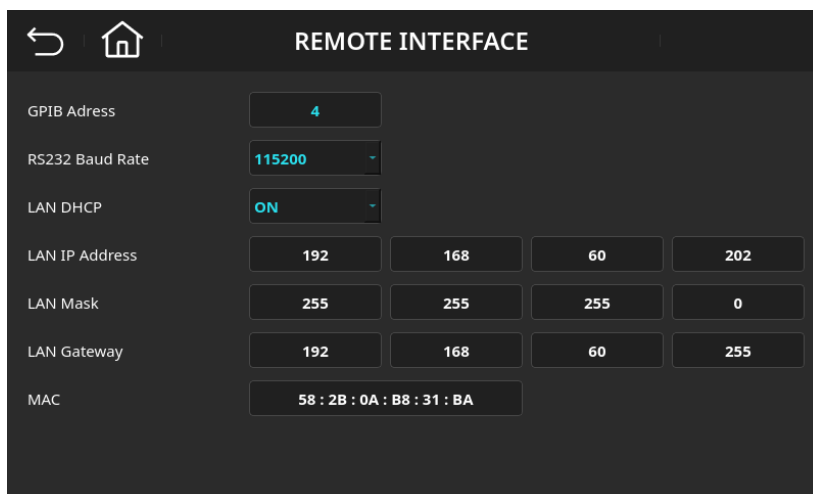

图 11-2 远程通信设定画面(启用 DHCP 功能以自动取得网络参数)
- DHCP 模式: 若网络环境支持自动分配 IP, 启用 DHCP 功能以自动获取网络参数, 如图 11-2。